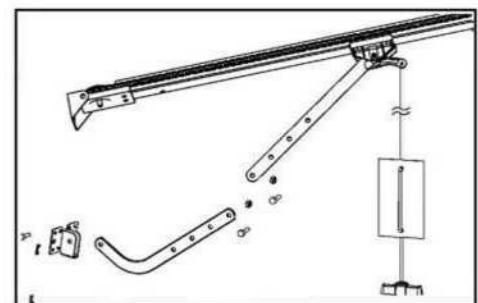

Fig.22
4. Sujete el Brazo "L" al Soporte del Portón con Tornillos y Tuercas. Fije un Extremo del Brazo Recto al Carro del Riel y el otro Extremo al Brazo "L" y Compruebe que el Brazo del Portón se Mueve Librementemente. (Fig.22).